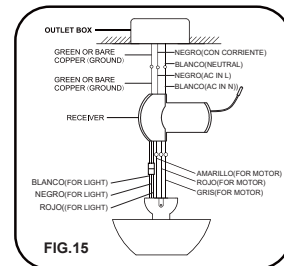

FIG.15
Paso 4. Conexiones eléctricas entre los cables del motor y del receptor: Conecte el cable ROJO del receptor con el cable ROJO del motor, el cable AMARILLO con el cable AMARILLO, y el cable GRIS con el cable GRIS. Para la luz, conecte el conector 3P-3P del receptor al motor (FIG.15).